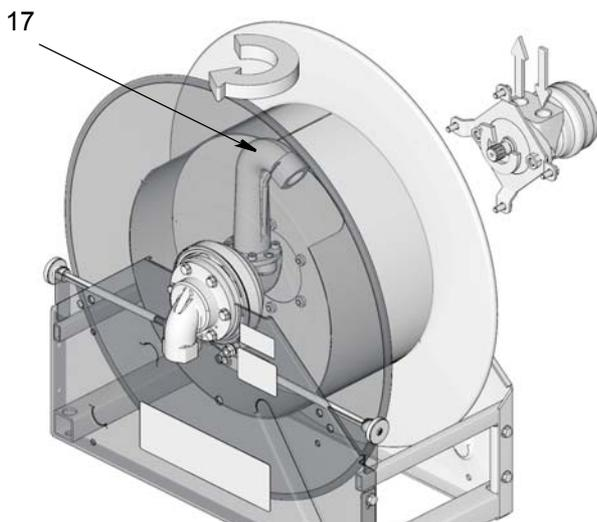

FIG. 25
- b. Auslass (17) entsprechend °FIG. 25 um 180° drehen.